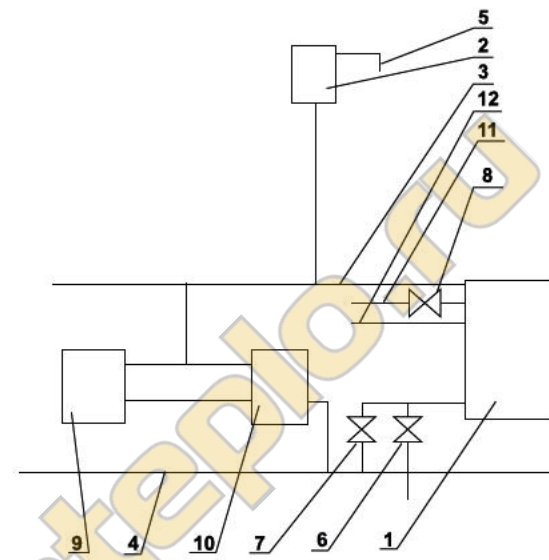

Рисунок 4. Схема подключения котла к отопительной системе с естественной циркуляцией теплоносителя
- 6.5. Расширительный бачок располагается в самой высокой точке системы. Система отопления должна быть с верхней разводкой. Поверхность нагревательных приборов определяется расчетом. Во избежание получения большого гидравлического сопротивления системы занижать диаметры трубопровода не рекомендуется. Схема подключения котла к отопительной системе приведена на рис. 4.